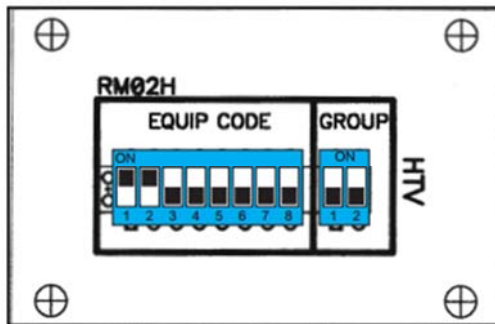

Figura 22 – EQUIP CODE GRILLETE
2. Fijar el código del equipo *EQUIP CODE* con una combinación de posiciones que deberá coincidir con la combinación fijada al mando inalámbrico (Figura 22 – *EQUIP CODE GRILLETE*).